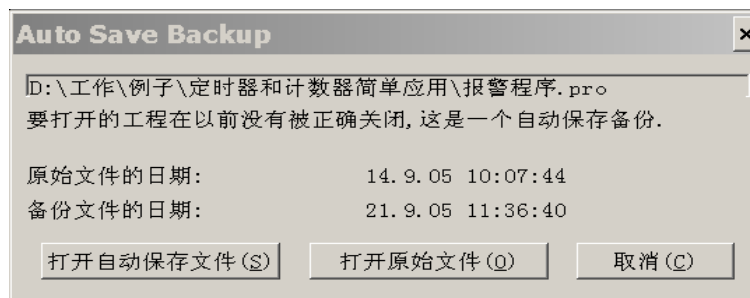

图 7-6-2 自动恢复提示
- 选中“自动保存”，那么工作时，工程会经常不断按照设定的“自动保存时间间隔”，以扩展名“.asd”保存临时文件。该文件会在程序正常退出时被删除，系统默认的保存路径为 D:\Hollysys\PowerPro\Projects。如果系统非正常退出（例如电源故障），文件就会被保留下来。当再次打开程序时，出现如图 7-6-2 所示的消息框，可以选择是打开自动保存文件还是打开原始文件。